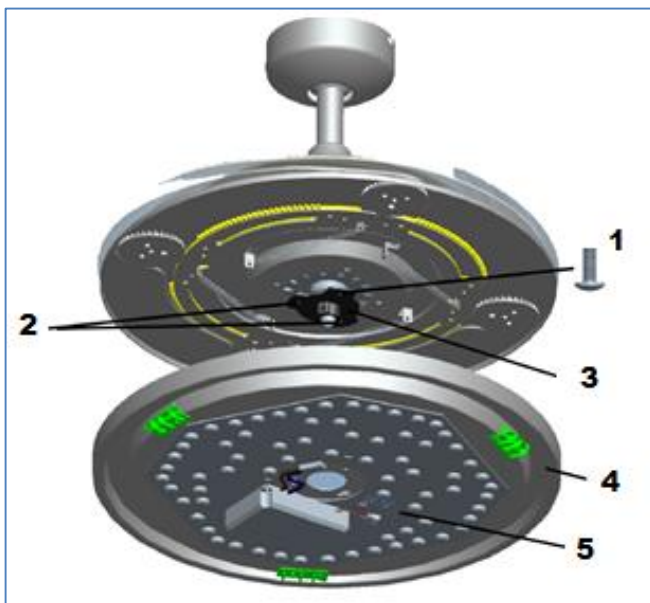

Abb. 6
- 1) Lösen Sie die Schraube (1) von der Basis der Deckenhalterung (3). Richten Sie die zwei Schlitzschrauben (2) auf die Schlitz an der Lampenbasis (4) aus. Abb. 6